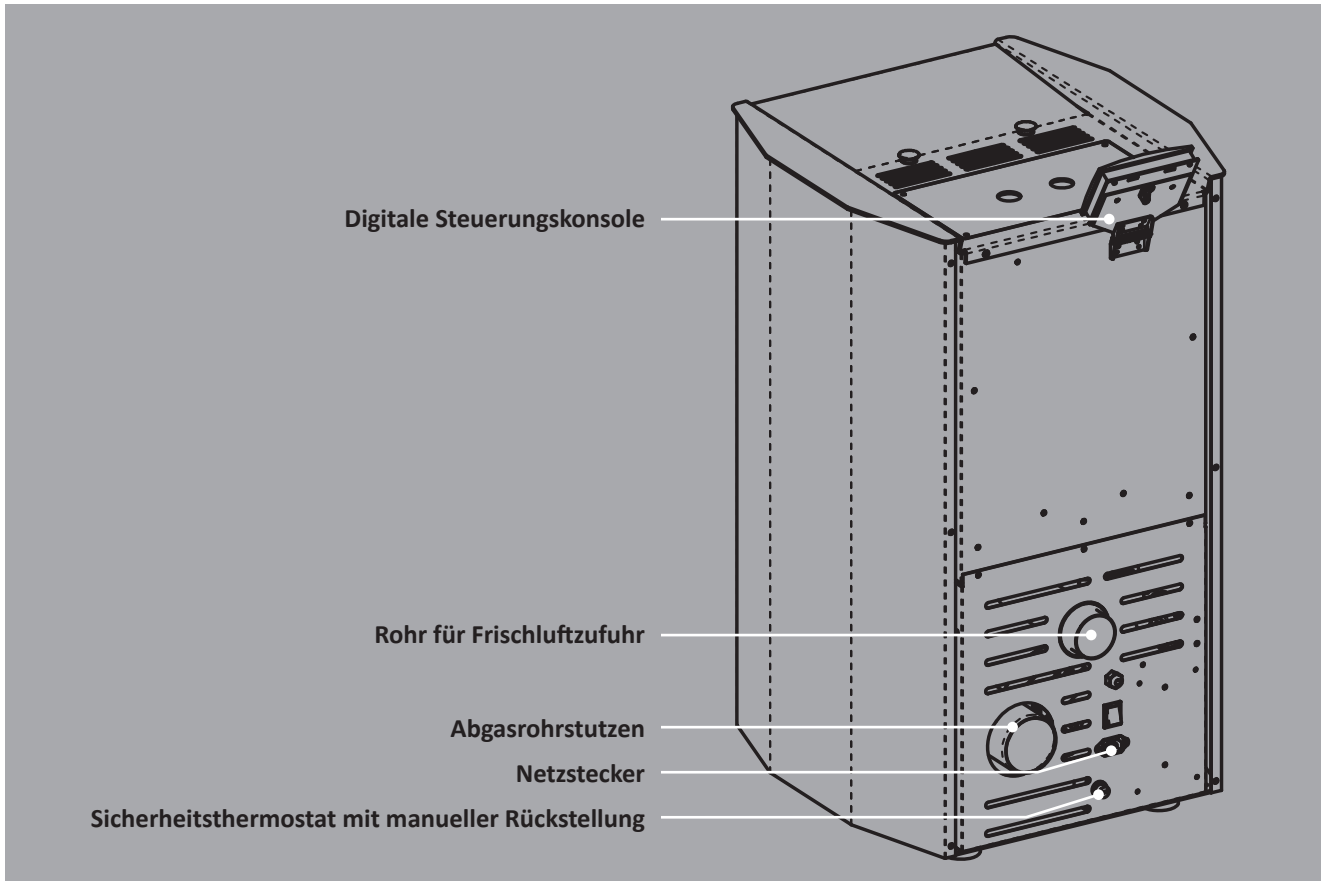
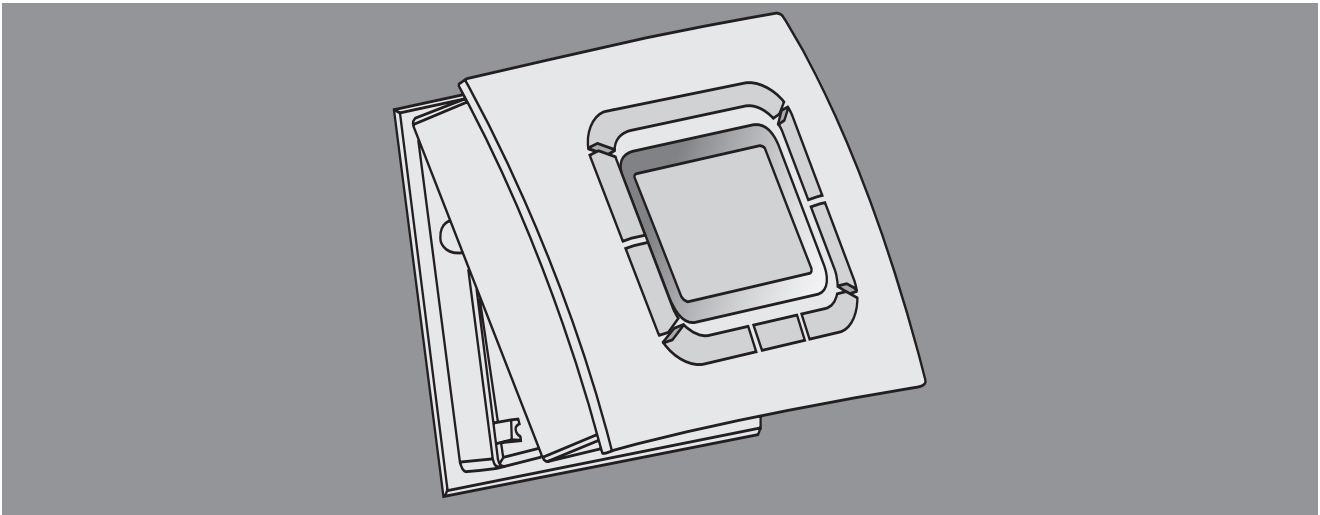

Abb. 1a: Geräteübersicht (Abbildung modellabhängig)
Abb. 2: Display-Montage
- ▶ Schalten Sie im Falle eines Schornsteinbrandes den Ofen sofort am Ein-/Aus-schalter (Hauptschalter, siehe Abb. 1a) ab und ziehen Sie den Netzstecker aus der Steckdose. Versuchen Sie auf keinen Fall den Brand selbst zu löschen. Schütten Sie niemals Wasser in einen brennenden Schornstein. Rufen Sie unverzüglich die Feuerwehr! Lassen Sie zur Identifizierung der Brandursache den Schornstein unbedingt von Ihrem Bezirksschornsteinfeger überprüfen, bevor Sie den Pellet-Heizofen wieder in Betrieb nehmen.
- ▶ Schalten Sie den Ofen sofort am Ein-/Aus-schalter (Hauptschalter, siehe Abb. 1a) ab, wenn aus irgendeinem Teil des Ofens oder des Abgasrohrs Rauch entweicht. Sorgen Sie für eine gute Raumbelüftung, indem Sie sämtliche Fenster öffnen. Lassen Sie den Ofen vollständig abkühlen, bevor Sie die Ursache der Rauchentwicklung ermitteln. Ziehen Sie, wenn nötig einen Fachmann hinzu. Starten Sie das Gerät nicht, bevor die Ursache der Rauchentwicklung geklärt und behoben wurde.
1. Schließen Sie einen dafür geeigneten hitzebeständigen Schlauch bzw. Luftkanal (**Ø 60 mm, max. Länge 2,0 m**) am Luftansaugrohrstutzen (siehe Abb. 1a) an der Geräterückseite an.
Schalten Sie das Gerät am Ein-/Ausschalter (siehe Abb. 1a) ab. Lösen Sie das Frontteil. Drücken Sie hierfür fest auf die mit „PUSH“ gekennzeichnete Keiltaste an der Display-Unterseite. Entnehmen Sie das Frontteil, indem Sie es nach oben klappen (siehe Abb. 2).
1. Vergewissern Sie sich, dass der Ein-/Ausschalter (Hauptschalter, siehe Abb. 1a) auf der Position 0 steht.
2. Schließen Sie das beiliegende Netzkabel zunächst am Gerät an. Die Anschlussbuchse für das Netzkabel befindet sich unterhalb des Hauptschalters auf der Geräterückseite (siehe Abb. 1a). Stecken Sie dann das Netzkabel in eine geerdete, durch einen FI-Schutzschalter abgesicherte Steckdose (230 V~50 Hz).
3. Bringen Sie nun den Ein-/Ausschalter (Hauptschalter, siehe Abb. 1a) auf Position I. Das Gerät ist nun betriebsbereit und das Display zeigt die folgenden Informationen: